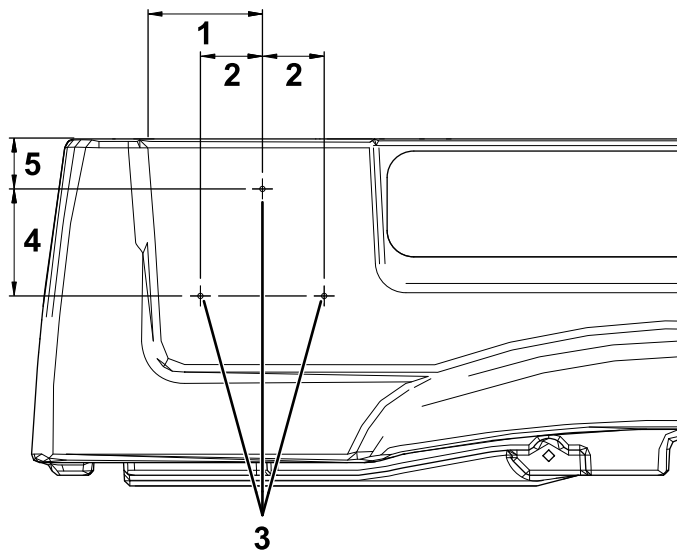

Figura 15
1. Sul lato sinistro del pianale di carico, misurate 136 mm dal bordo destro dello stampo e 60 mm verso il basso dalla parte superiore del pianale di carico e contrassegnate la posizione (Figura 15).
2. Misurate 128 mm verso il basso dal foro contrassegnato nel passaggio 1, poi 74 mm a destra e sinistra e contrassegnate le 2 posizioni (Figura 15).
3. Praticate un foro di 5 mm in ciascuno dei 3 punti segnati (Figura 15).